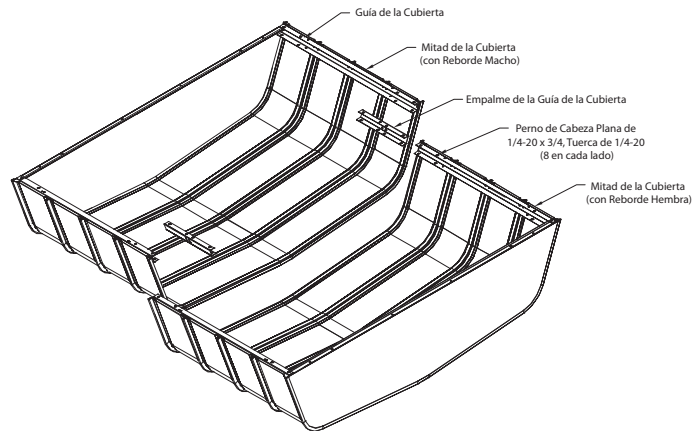

Figura 3 — Conjunto de la Cubierta 3FKE2 y 3FKE3
1. Consulte la Figura 3. Coloque la mitad de la cubierta de reborde macho (rebordo más angosto) en la mitad de la cubierta del reborde hembra (rebordo más amplio). Inserte los empalmes de las guías de la cubierta en las guías de la cubierta y fíjelos con los pernos (8) de cabeza plana de 1/4-20 x 3/4 y las tuercas (8) de 1/4-20 en cada lado.